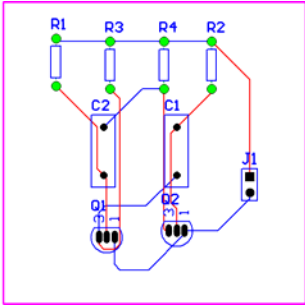

图 14-42 关闭 Message 窗口
Step2 才几条线，不到1s就100% 完成布线，“Messages（信息）”窗口挡住图纸，按其右上方的 **✕** 按钮关闭“Messages（信息）”窗口，如图14-42所示。